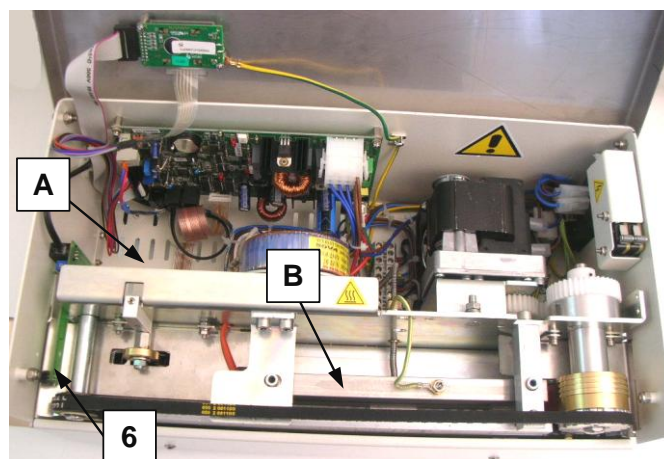
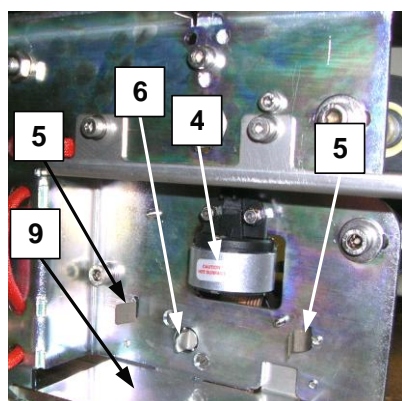
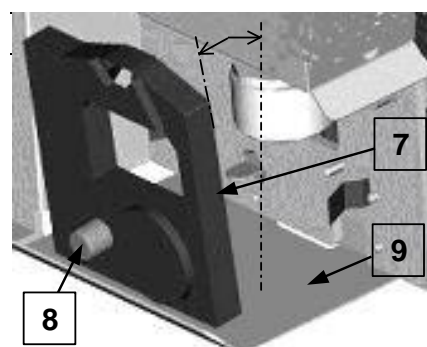

fig.4.2
fig.4.3
fig.4.4
La macchina è dotata di una stampante elettronica (n.4-fig.4.3) del tipo ad aghi con cassetta nastro (n.7-fig.4.4).
L'azionamento della stampa è comandato elettronicamente dalla fotocellula di ingresso (n.6-fig.4.2) che esegue l'input di stampa non appena la busta è completamente transitata sotto il suo campo di lettura. Se la stampa è abilitata dal pannello comando (cfr. par. 3.2.2), la stampante imprimerà i dati impostati sulla busta prima che questa esca dalla macchina.
QUALORA LA MACCHINA FOSSE STATA SPENTA DA POCO TEMPO, PER EVITARE USTIONI NON TOCCARE LE BARRE SALDANTI (pos.B-fig.4.2).
- introdurre la cassetta nastro (n.7-fig.4.4) nel vano della zona di stampa (pos.A-fig.4.2)
- appoggiare la cassetta sulla lamiera di guida (n.9-fig.4.4): tenerla leggermente inclinata verso il retro della macchina (vedi fig.4.4)
- dopo aver individuato le due mollette di aggancio (n.5-fig.4.4), ruotare leggermente la cassetta ed inserirla nella molletta più interna
La paletta dell'albero di trasmissione stampa (n.6-fig-4.3) deve essere inserita senza forzature nel rotore della cassetta nastro (n.8-fig.4.4): qualora ci fossero impedimenti all'inserimento, ruotare leggermente il rotore e riprovare l'inserimento.
Attenzione: per evitare la rottura della cassetta nastro, il suo rotore (n.7-fig.4.4) deve essere ruotato solo nella direzione della freccia indicata sulla cassetta nastro stessa.
- afferrare la cassetta nastro ed estrarla dalle due mollette di aggancio (n.5-fig.4.4)
-  **QUALORA LA MACCHINA FOSSE STATA SPENTA DA POCO TEMPO, PER EVITARE USTIONI NON TOCCARE LE BARRE SALDANTI (pos.B-fig.4.2).**